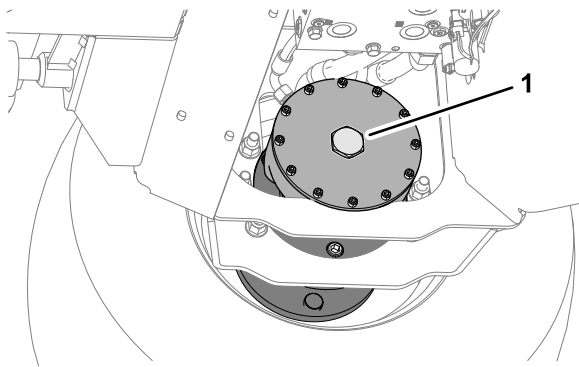

Figura 49
2. Instale el tapón hexagonal en la placa del extremo del motor (Figura 49).
6. Guarde los 2 pernos (12 x 40 mm) y las 2 arandelas de (12 mm) almacenados en los raíles de soporte de la plataforma (Figura 49).